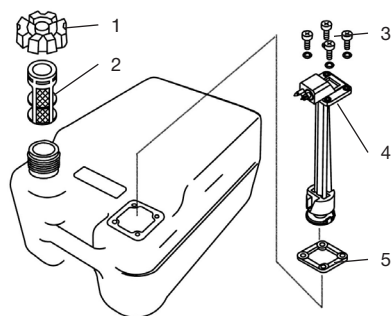

Рис. 48 Фильтр внешнего топливного бака
- Открутите крышку 1 топливного бака и извлеките из горловины бака сетчатый фильтр 2 (Рис. 48).
- Открутите винты 3 крепления топливозаборника и извлеките топливозаборник 4 из бака (Рис. 48).
- Установите между топливозаборником и топливным баком новую прокладку 5 (Рис. 48).